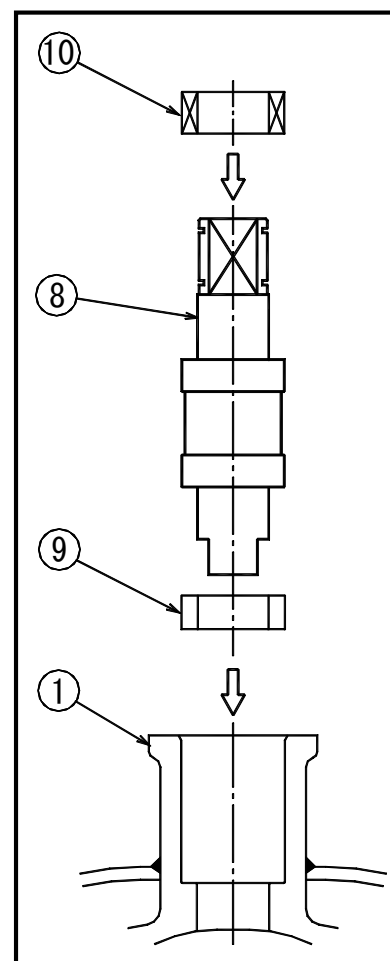
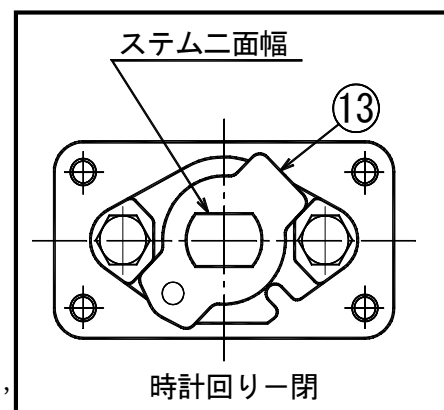

図 1
図 2
- 1) ボディ①の配管フランジを下に，グランド部を手前にして，垂直に置く。
- 2) ボディキャップ②にロードスプリング⑥，一次側ボールシート④の順に装着する。
- 3) ボディ①にシートガスケット⑦，二次側ボールシート⑤の順に装着する。
- 4) ボール③をボディ①に装着する。
- 5) 図1を参照してステム⑧にステムベアリング⑨を装着する。
- 6) ボール③を閉位置にし，ステム⑧をボディ①のグランド部に挿入し，ボール③溝部に装着する。
- 7) グランドパッキン⑩をステム⑧に装着する。
- 8) グランドキャップ⑪にグランドベアリング⑫を装着する。
- 9) 断面図を参照し，グランドキャップ⑪を，キーロック穴を下側にして，ボディ①のグランド部に装着する。
- 10) ボルト・スプリングワッシャー⑯2本を片締めにならないように，締め過ぎないように，交互に締め付ける。
- 11) 図2を参照して，ステム⑧の二面幅方向を確認し，時計方向に回すと閉になるようにストッパ⑬を取り付ける。
- 12) 手動弁で，ハンドルを固定する場合，ハンドルを取付の上，スナップリング⑭をスナップリングプライヤを用いて，ステム⑧の手前の溝にはめ込む。手動弁で，ハンドルを取り外して使用する場合，および駆動装置付きの場合，スナップリング⑭を，ステム⑧奥の溝にはめ込む。
- 13) ボディキャップ②にガスケット⑮を装着し(ガスケット⑮が落ちる場合は，ボディ①のガスケット溝にガスケット⑮を入れる)，相マークに従ってボディ①に装着する。この時，ガスケット⑮をかみ込ませないよう注意して装着のこと。ガスケット⑮をかみ込ませたり，正しくボディ①，ボディキャップ②に装着されていなかったりすると漏れの原因になります。
- 14) 六角穴付ボルト⑰をねじ込む。
- 15) 六角穴付ボルト⑰を安全に締め付けできるように作業台に固定するなど，配慮する。また，ボールが完全に閉になっていることを確認する。その後，『日阪ボールバルブ取扱説明書』8頁の締め付順序を参照して，は六角レンチ(六角棒スパナ)で六角穴付ボルト⑰を締め付ける。半開状態で締め付けるとボールシートに傷が付き，漏れの原因になります。